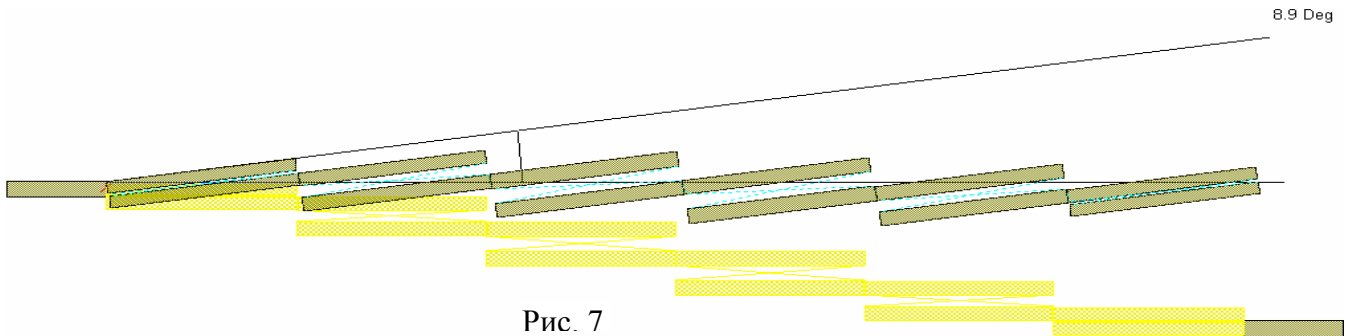

Рис. 7
4. Выделите все резонаторы кроме входного и выходного проводников и щёлкните правой кнопкой мышки по одному из них. Выберите Rotate, установите курсор на левый верхний угол проводника связи с входным проводником, нажмите левую кнопку мышки и поверните резонаторы на угол 8,9 градусов, чтобы правый верхний угол проводника связи с последним резонатором лежал на одной прямой с левым верхним углом проводника связи с первым резонатором (рис.7).